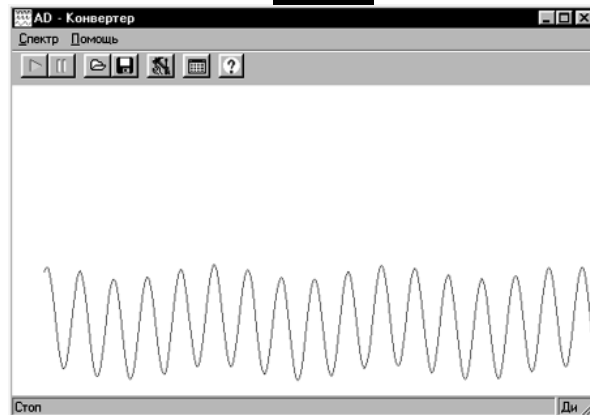

рис. 8
**AD-Конвертер v1.00** еще одна бесплатная программа со свойствами осциллографа. Единственное ее достоинство заключается в том, что написал ее наш соотечественник из Донецка. Она представляет собой АЦП для оцифровки сигнала, идущего со звуковой карты. Единственное, что может делать эта программа, так это отображать входящий сигнал на голом экране (рис.8).